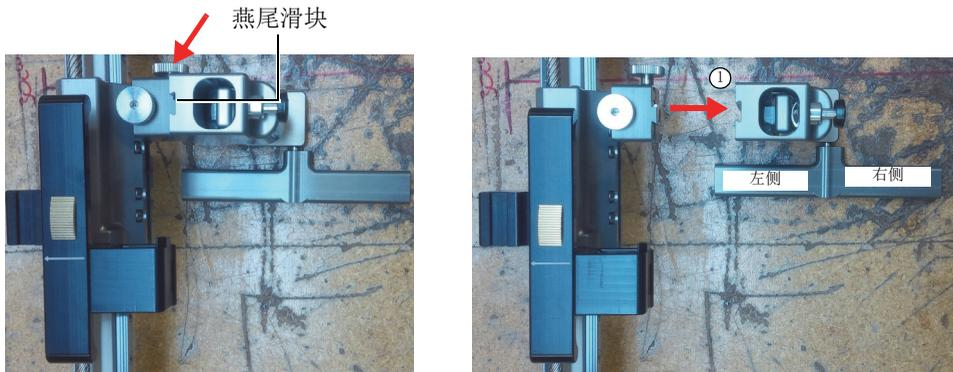

图 2-13 拧松旋钮（左图），取下探头支架（右图）
1. 拧松旋钮，并将探头支架从燕尾滑块上滑出（参见第 35 页的图 2-13）。